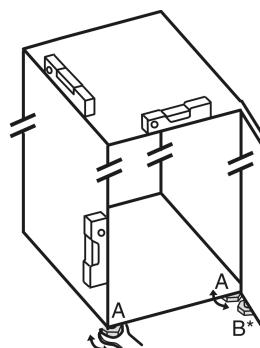

Fig. 4
- 用随附的开口扳手将垫脚 Fig. 4 (A) 借助水平仪旋出，直至稳固、平坦对齐冰箱。
▶ 使用随附的开口扳手旋出托架上的垫脚 Fig. 4 (B)，直至垫脚平置于地板。
▶ 将垫脚 Fig. 4 (B)继续旋转 90°。